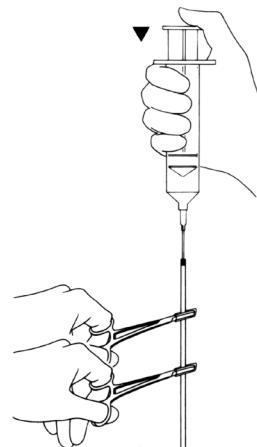

Figura 4-4e. Pince el manguito
11. Una vez eliminados el aire y el fluido y con el manguito totalmente vacío, utilice dos pinzas hemostáticas de mosquito con protector de tubo para conseguir un pinzamiento doble de los tubos del manguito (sólo una muesca), a unos 3 cm por debajo de la aguja y, de nuevo, 3 cm por debajo de la primera pinza hemostática. (**Figura 4-4e**)